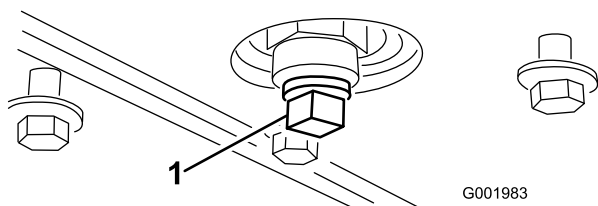

Figura 50
5. Togliete il tappo di spurgo. (Figura 50).